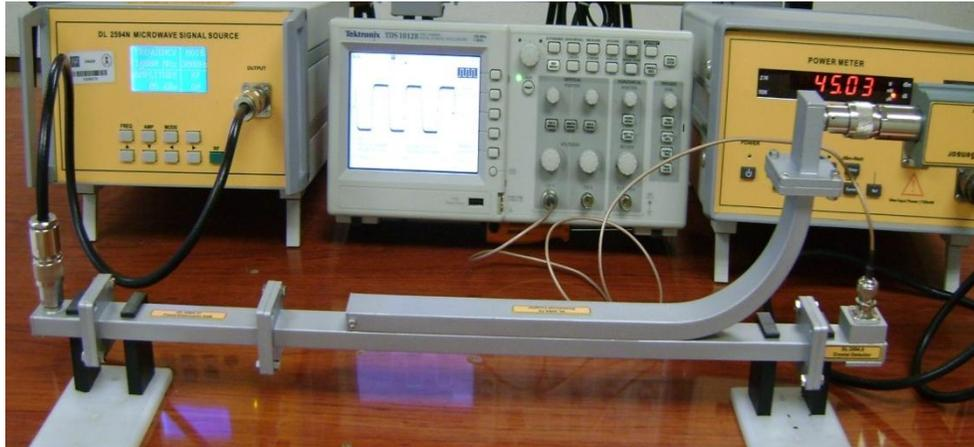

Figura 4.4 Vista del acoplador direccional con cambio en la medición.
6. Quite las bases del arreglo de guía de onda, una vez que se encuentra sobre la mesa el arreglo de guía de onda, desmonte el detector de cristal y el adaptador a coaxial con el sensor de potencia y cámbielos como se muestra en la figura 4.4.
9. Anotar sus comentarios referidos al arreglo que realizo referente a la figura 4.4.